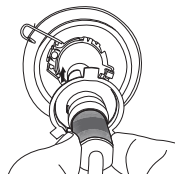

図4
- Attach the LED4 burner into the bayonet of the light fixture as shown in Figure 4.
- LEDバルブを灯具のバルブ差込口に差し込みます (図4参照)。その際にLEDバルブのツメとヘッドライト灯具のきりかけの位置が合っているかを確認の上、LEDバルブが正しい位置に確実に差し込まれているかを必ず確認してください。
- 将LED4灯体装在灯具卡口上，如图4所示。